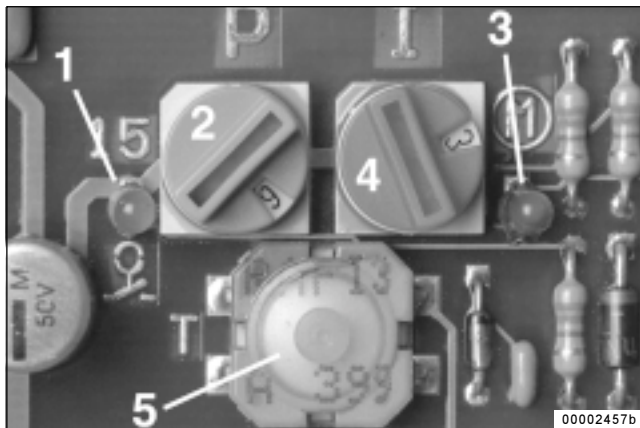

Abb. 10: - Leuchtdioden der Steuerplatine
- Ob Spannung an der Steuerplatine anliegt, ist am Aufleuchten der linken Leuchtdiode (LED) 1 Abb. 10 erkennbar.